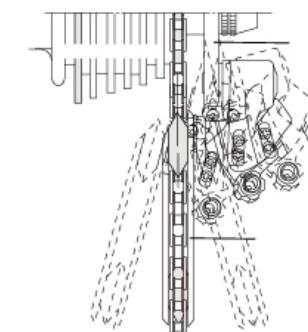

рис. 18
1. перед регулировкой заднего переключателя убедитесь, что элемент крепления заднего переключателя (петух) не деформирован, и рамка с роликами параллельна плоскости звезд кассеты (рис. 18)